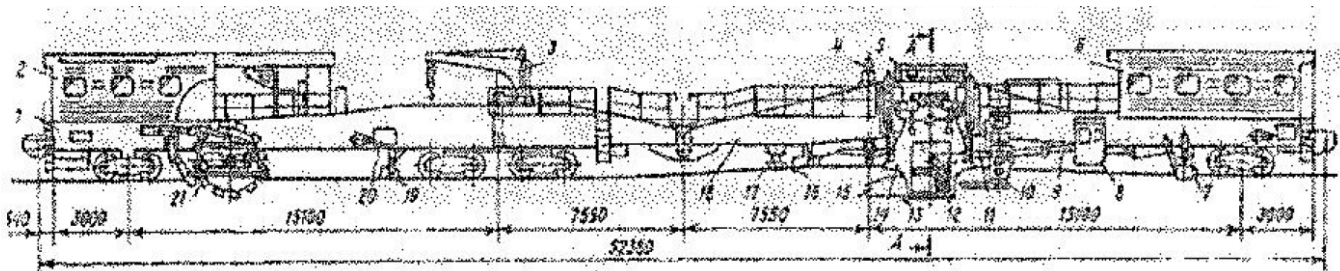

Рис. 3. Щебнеочистительная машина ЩОМ-4
2. Что изображено на рис. 3 под № 16
3. Что изображено на рис. 3 под № 13